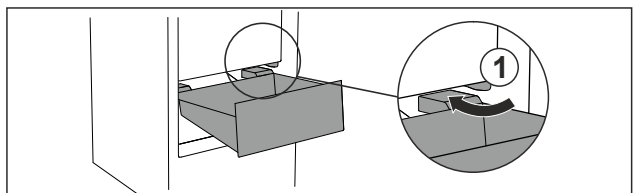

Fig. 137
- Far passare il cassetto intorno ai fermi Fig. 137 (1) inclinandolo.